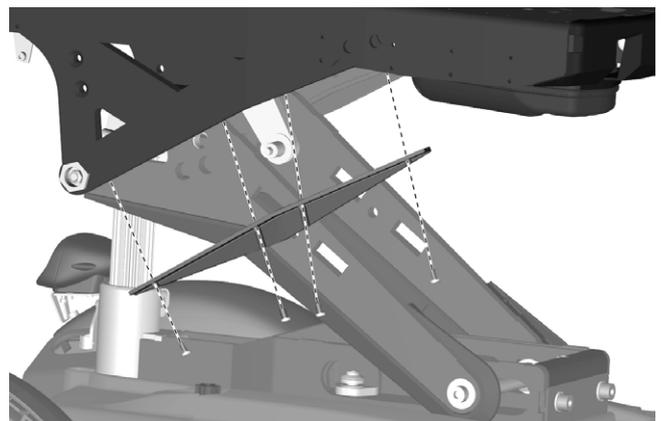

Abbildung 89. Der Klemmschutz wird mit vier Schrauben montiert.
3. Klemmschutz mit den beiden Schrauben am Oberlenker montieren. Siehe Abbildung. 89.